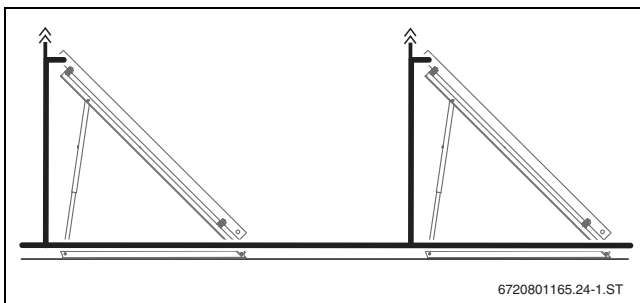

Bild 9 Mehrere parallel geschaltete Kollektorreihen mit zusätzliche Entlüfter (Vorlaufleitung)
- Bei mehreren parallel geschalteten Kollektorreihen auf Flachdächern sowie bei Anlagen mit Solarstation AGS50 an jeder Kollektorreihe einen Entlüfter montieren (→ Bild 9). Diese Entlüfter sind für den anschließenden Betrieb (Wartung) notwendig und müssen während des Befüllvorgangs verschlossen sein.